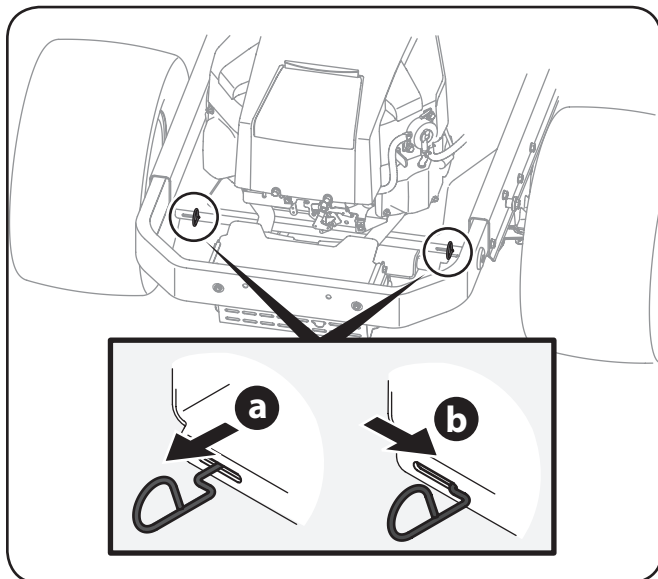

Figura 3-1
4. Enganche las varillas de derivación de la transmisión que se encuentran a cada lado del tractor; luego haga rodar el tractor con cuidado fuera del pálet de embarque. Las varillas de derivación de la transmisión (una para cada transmisión, lado derecho y lado izquierdo) están ubicadas en la parte trasera del tractor, justo dentro de cada rueda trasera. Enganche las varillas de derivación tirando de cada una hacia afuera hacia la derecha y luego dejando que regresen para trabarlas en su lugar. Consulte la Figura 3-1.
5. Desenganche las varillas de derivación después de hacer rodar el tractor fuera del pálet. Consulte la Figura 3-1.